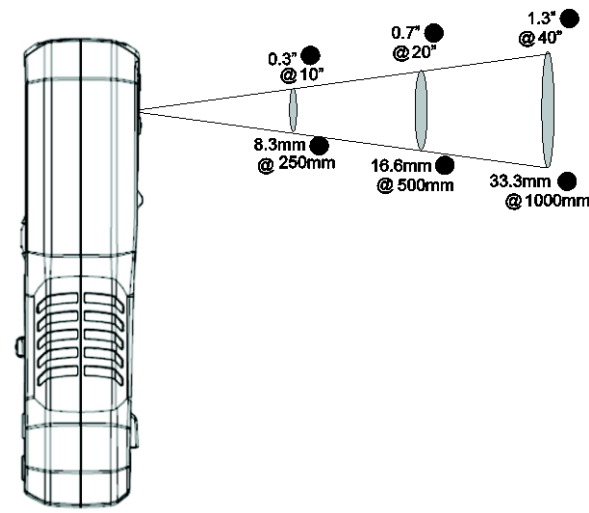

Bild 8-2 Avstånd till plats-förhållande 30:1
6. Avstånd till plats-förhållandet för kameran är 30:1, vilket innebär att mätpunkten är 30 gånger mindre än avståndet från mätaren till punkten (vid ett avstånd på 30 cm ser mätaren ett mål på 1 cm). **Se Bild 8-2.**